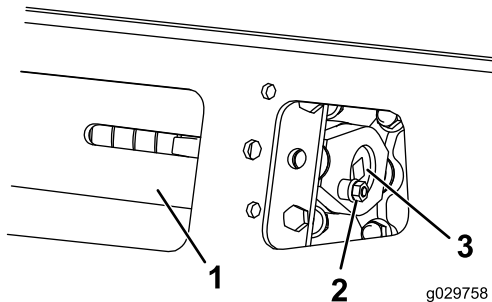

Bild 59
3. Entfernen Sie die Befestigungsschraube, Distanzstück und Mutter (Bild 59).
5. Fluchten Sie die am nächsten liegende Kerbe in der Spannschraube mit dem Loch der Befestigungsschraube aus und befestigen Sie die Schraube mit der Befestigungsschraube und Mutter (Bild 59).
4. Entfernen Sie die Befestigungsschraube und Mutter (Bild 59).
5. Lösen Sie die Antriebsspannung mit einer Ratsche (½"), indem Sie die Spannschraube nach rechts drehen (Bild 59 und Bild 65).